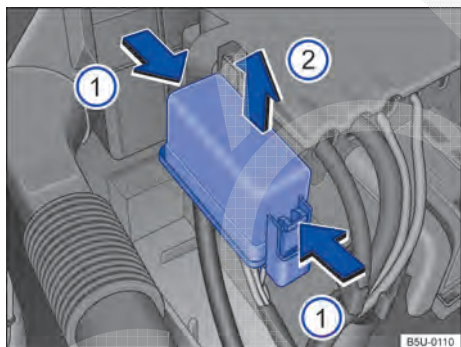

Fig. 194 No compartimento do motor: cobertura da caixa de fusíveis.
- Pressionar as travas no sentido da seta → Fig. 194 ⓘ, para destravar a cobertura da caixa de fusíveis.